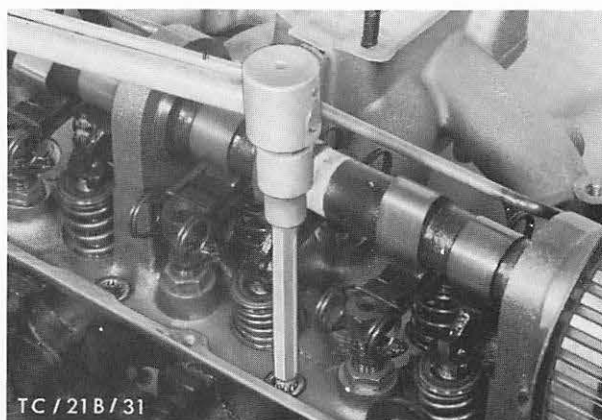

Abb. 84 Zylinderkopf mit Spezialwerkzeug 21-002 abschrauben
12. Zylinderkopfschrauben (10) mit Spezialwerkzeug 21-002 heraus-schrauben, dabei den Zylinderkopf in umgekehrter Reihenfolge wie beim Anziehen lösen, Abb. 84 (Anzugsreihenfolge siehe Abb. 117).